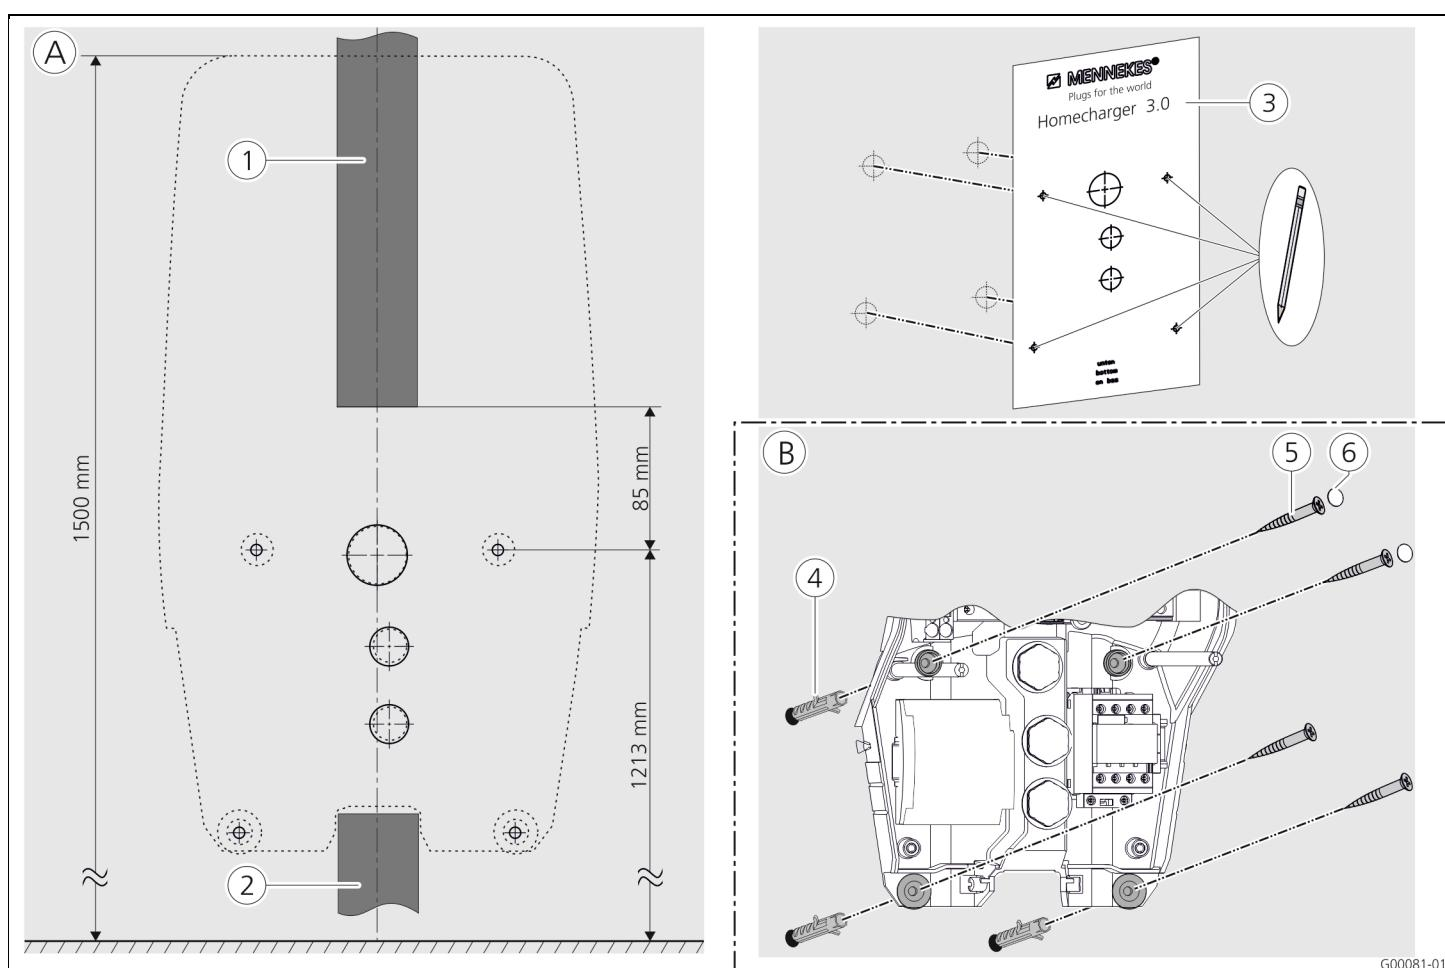

Fig. 13 : montage mural
- ➔ Voir également Fig. 13 : montage mural.
➔ Voir également Fig. 13 : montage mural.